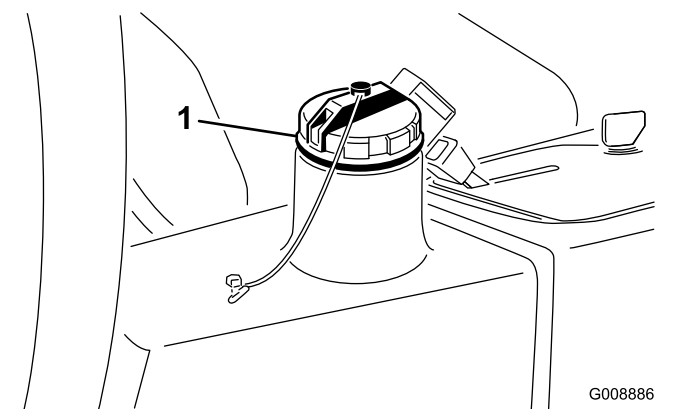

図 77
5. 油圧オイルタンク 図 77 に油圧オイルを入れる 油圧オイルの量を点検する (ページ 49) を参照。